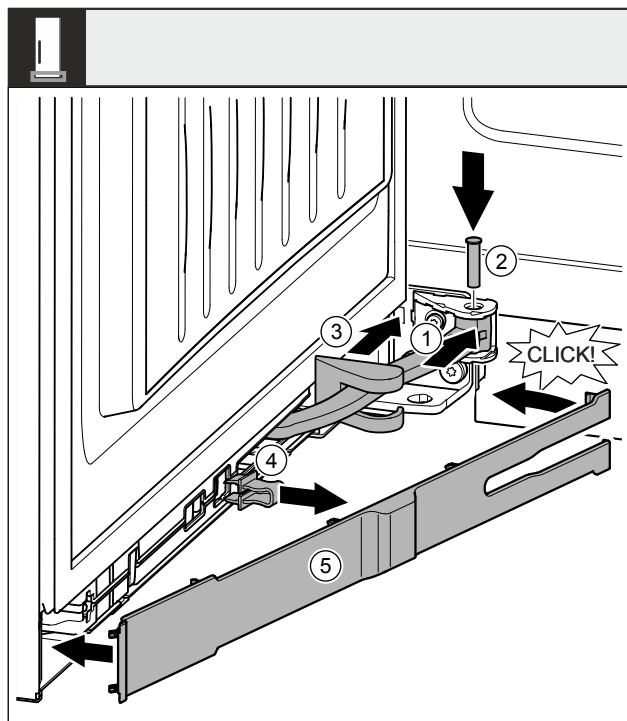

Fig. 50
- Zavrtite zgibni del Fig. 50 (1) v vpetju.
- Z izvijačem vstavite sornik Fig. 50 (2) v vpetje in zgibni del. Pri tem pazite, da zaskočni zapah pravilno sedi v utoru.
- Potisnite pokrov ležajnega podstavka Fig. 50 (3) vzdolž zgibnega dela in ga montirajte nad vpetjem.
- Snemite varovalo Fig. 50 (4).
- ▶ Namestite zaslonko *Fig. 50 (5)* na strani ročaja in jo obrnite navznoter.